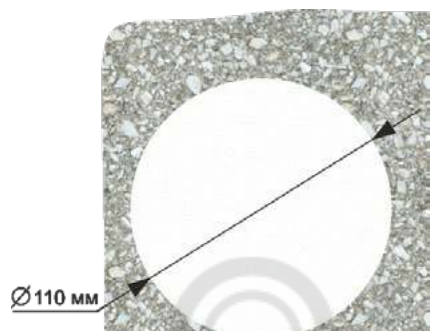

Рис.15
1. Коронкой по бетону диаметром 110 мм в стене просверлить отверстие (см. рис. 15). Глубина готового отверстия в стене должна быть не менее 42 мм. Этой глубины достаточно для установки монтажной коробки.